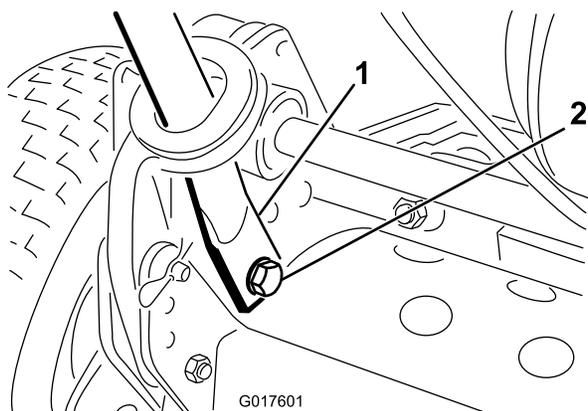

Рисунок 4
4. Сведите концы ручки и наденьте их на монтажные пальцы (Рисунок 4).
5. Прикрепите концы ручки к монтажным пальцам предусмотренными болтами, шайбами и стопорными шайбами (Рисунок 4).
6. Прикрепите нижние концы рычагов ручки к боковым сторонам газонокосилки ранее снятыми болтами и контргайками (Рисунок 4). Обеспечьте, чтобы в отверстия для крепления рычагов ручки были вставлены втулки.
7. Прикрепите рычаги ручки к задней части рамы ранее снятыми шплинтами и пальцами фиксации кольца (Рисунок 4).